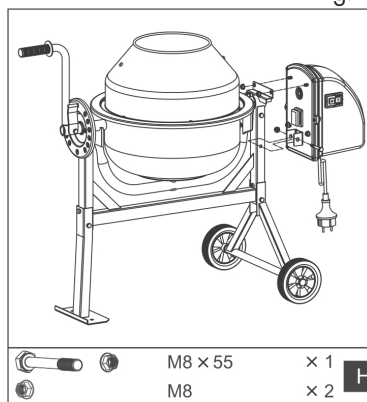

Fig.12
9. Lors de la dernière étape de montage, vous montez le entraînement. Pour ce faire, alignez les denture et faites glisser l'entraînement dessus l'arbre. Visser le carter du moteur sur le cadre. Utiliser les écrous marqués M8 (H), Fig. 12.